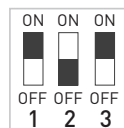

Рис. 1.
- 3.9. При необходимости плавного включения переведите DIP-переключатель номер 1 в положение ON, как изображено на рис. 1.
- 3.10. При необходимости снижения максимальной яркости переведите DIP-переключатели номер 2, 3 показанные на рис. 1, в требуемые положения в соответствии с таблицей.